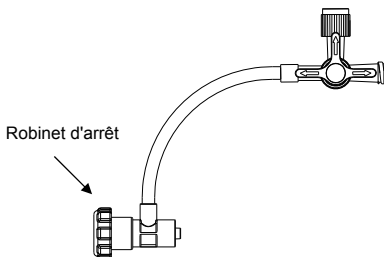

Fig.5 Valve hémostatique
- 3) Valve hémostatique (Fig.5)